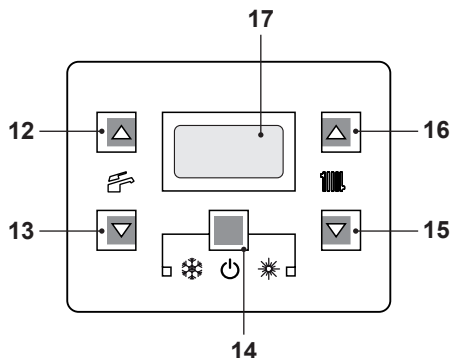
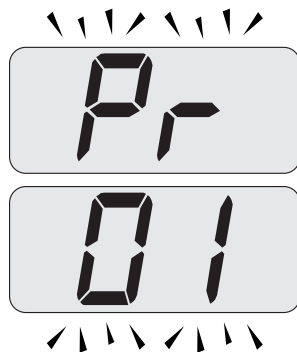

Figura 9.1
Figura 9.2
- Entrare in "modalità programmazione" premendo contemporaneamente per 10 secondi i tasti 14 - 15 - 16 (Figura 9.1) fino a far apparire sul display LCD le lettere **Pr** che si alternano con il codice **01**, indicanti l'entrata nel "parametro 01" (Figura 9.2).
- Premere contemporaneamente i tasti 14 e 16 (Figura 9.1) fino a far apparire sul display LCD il valore del parametro 28 (es. 12 valore di default) (Figura 9.4).
- Premendo il tasto 14 (Figura 9.1) si ottiene la conferma del valore inserito.
- Premendo contemporaneamente i tasti 14 e 15 (Figura 9.1) si esce senza modificare il valore (ritorno alla lista parametri Figura 9.3).
- Premendo contemporaneamente per 10 secondi i tasti 14 - 15 - 16 (Figura 9.1) si esce dalla "modalità programmazione".